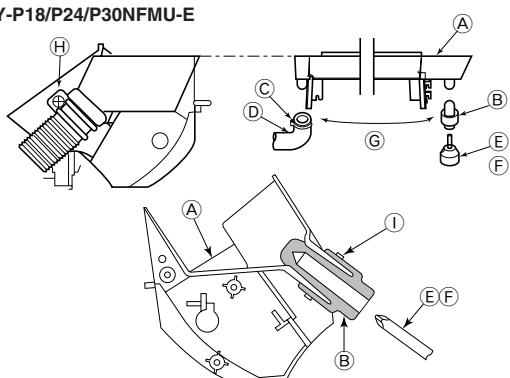

Fig. 5-3
- ① Retirer le capuchon d'écoulement.
② Capuchon d'écoulement
- ③ Retirer le tuyau d'écoulement
- Retirer le tuyau d'écoulement en tenant la base du tuyau ④ (indiquée par la flèche) et en tirant vers soi ⑤.
- ⑥ Insérer le capuchon d'écoulement.
- ⑦ Insérer le tuyau d'écoulement.
⑧ Crochets
■ PKFY-P18/P24/P30NFMU-E (Fig. 5-3)